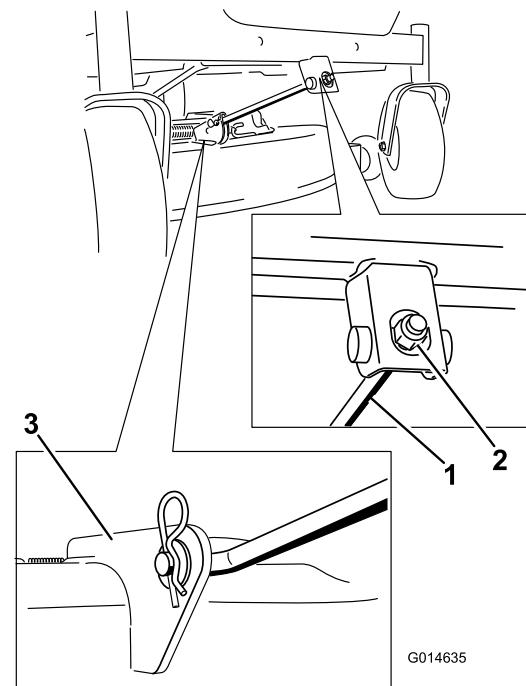

Figura 70
5. Remova o contrapino do gancho da barra de suporte da frente e remova a barra do suporte da plataforma (Figura 70).
- Coloque a barra de suporte frontal na plataforma do cortador com o pino de segurança e contrapino do gancho (Figura 70).